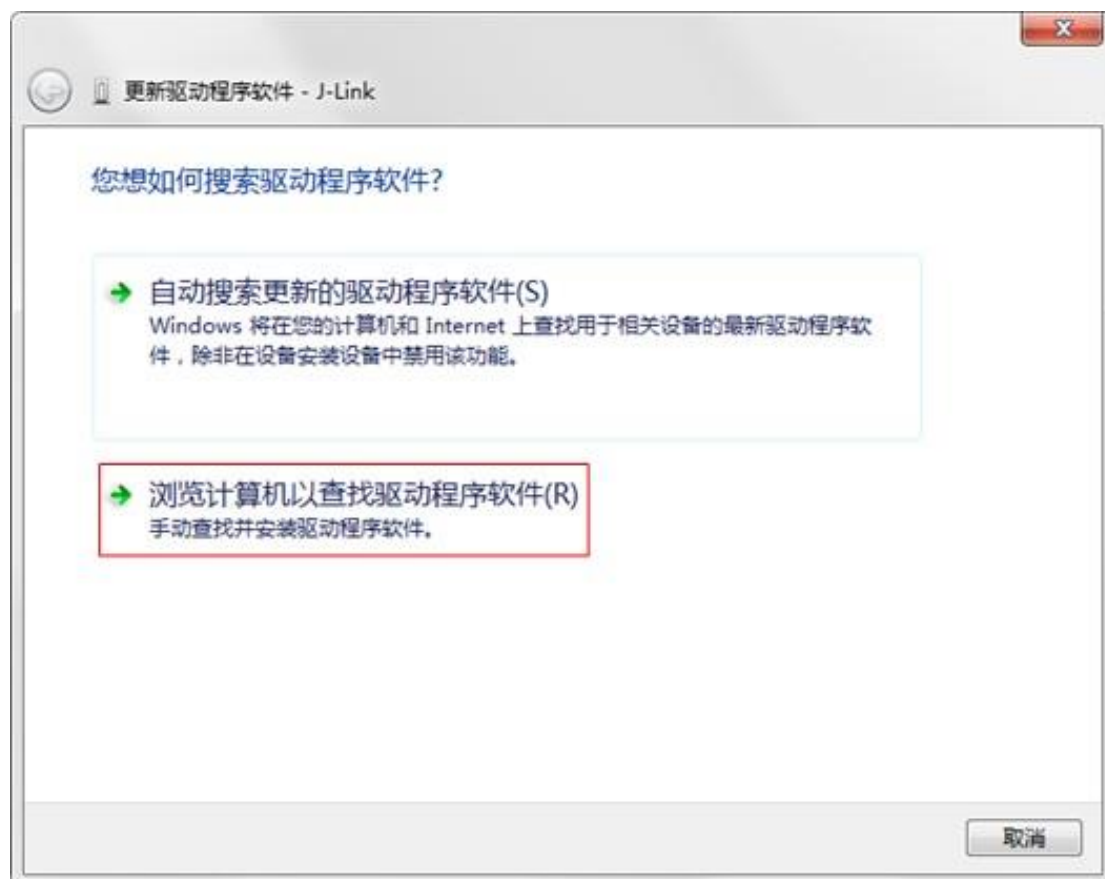

图 2.30 选择更新驱动程序的方式
- (1) 通过 USB 数据线将 J-Link 仿真器和 PC 机连接起来，打开设备管理器（鼠标选中计算机-> 右键-> 管理-> 设备管理器），打开后如图 2.30 所示。可以看到【其它设备】中，有一个带黄色感叹号的【J-Link】。
- (2) 双击带黄色感叹号的【J-Link】，选中右击后，选择【更新驱动程序】。接着弹出选择如何搜索驱动程序软件对话框，如图 2.30 所示，在图中选择【浏览计算机以查找驱动程序软件】这一选项。